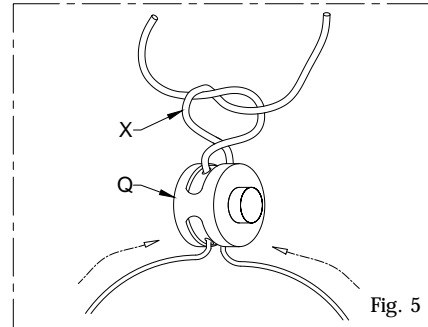

Fig. 5
- Distendere il rivestimento in Lycra (M) in modo che la cucitura perimetrale (V) sormonti l'anello esterno della struttura (O) indi tirare l'elastico del rivestimento e posizionare la clip (Q) in corrispondenza del foro di uscita dell'elastico (Fig.5)
- Effettuare nodo di sicurezza (X) alla corda elastica dopo la clip (Q) (Fig.5)
- Stretch the lycra (M) till the sewing (V) overlaps the outer frame ring (O), then pull the elastic cord and place the locking clip (Q) close its exit hole (Fig.5).
- Perform safety knot (X) on the elastic rope after the clip (Q) (Fig.5).